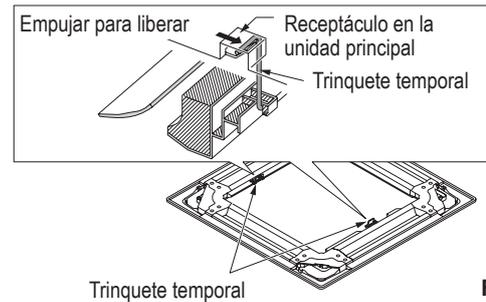

Fig. 1-16
- 1) Colgar los trinquetes provisionales en el interior del panel de techo en el receptáculo de la unidad para colocar temporalmente el panel de techo en su lugar. (Fig. 1-16)
- Al sacar el panel de techo, empujar los trinquetes provisionales hacia fuera, sosteniendo a la vez el panel de techo. (Fig. 1-16)